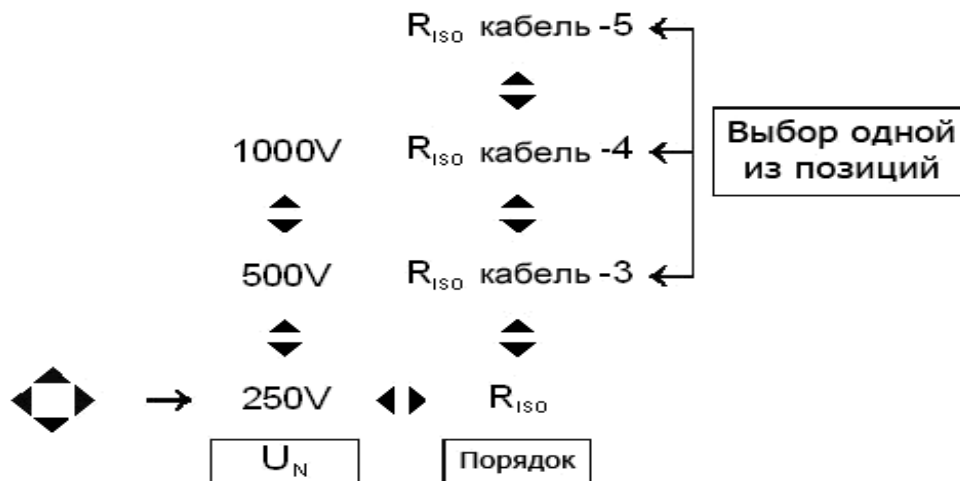
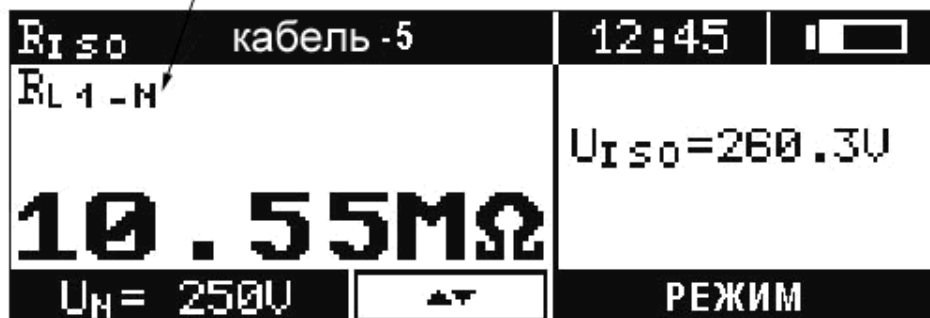

Рис.29. Установка измерительного напряжения и режима для измерения сопротивления изоляции многожильных кабелей
Рис.31. Отображение результатов после измерения сопротивления изоляции многожильного кабеля
- установить напряжения измерения U_N и режим измерения R_{ISO} (видим на линейке функции параметров) согласно алгоритму, показанному на Рис.29, появится поле просмотра составных результата измерения (Рис.31);
Примерный вид экрана по завершении измерения представлен на Рис.31. Отдельные составляющие результата измерения (сопротивление между последовательными парами жил) можно просмотреть при помощи клавиш и после подсвечивания клавишами и поля просмотра составляющих результата.